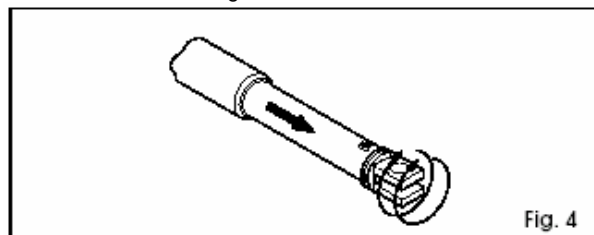

Fig. 4
- 4) Haal de steel helemaal naar buiten, tot aan de aanslag (fig. 4).
- 6) Draai de steel van de aandrijving twee slagen met de klok mee (fig. 4).